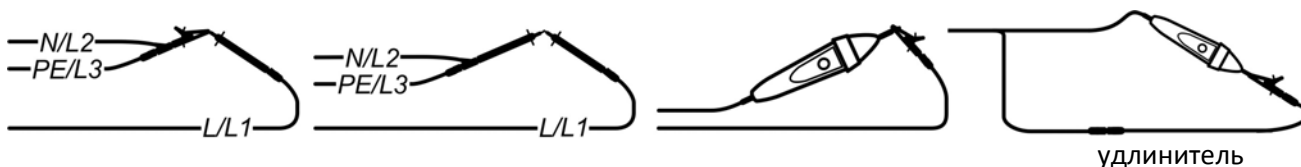

Рисунок 5.10: Закороченные испытательные выводы
- **Подключите** испытательный кабель к прибору и закоротите вместе испытательные выводы (см. Рисунок 5.10: *Закороченные испытательные выводы*)